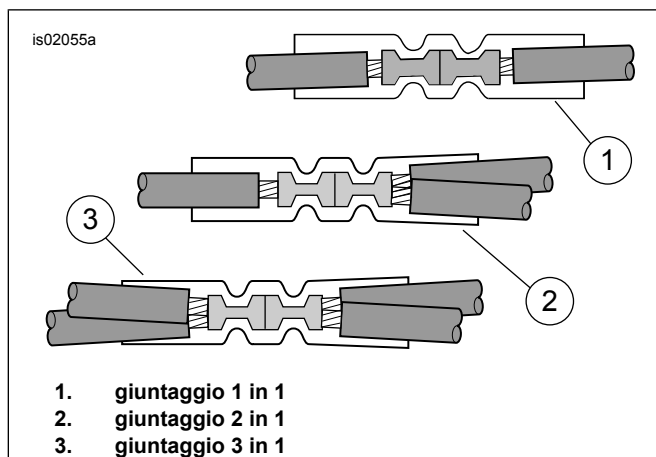
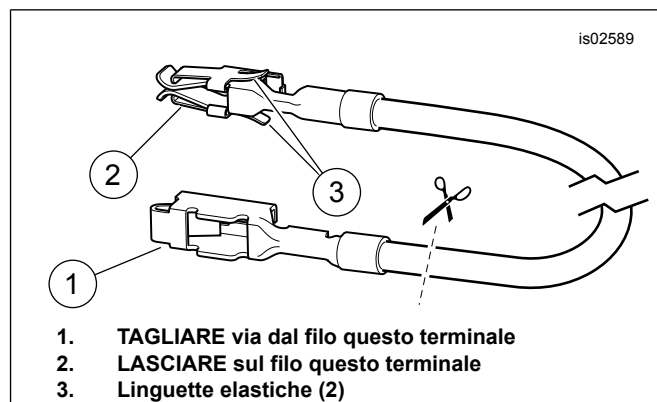
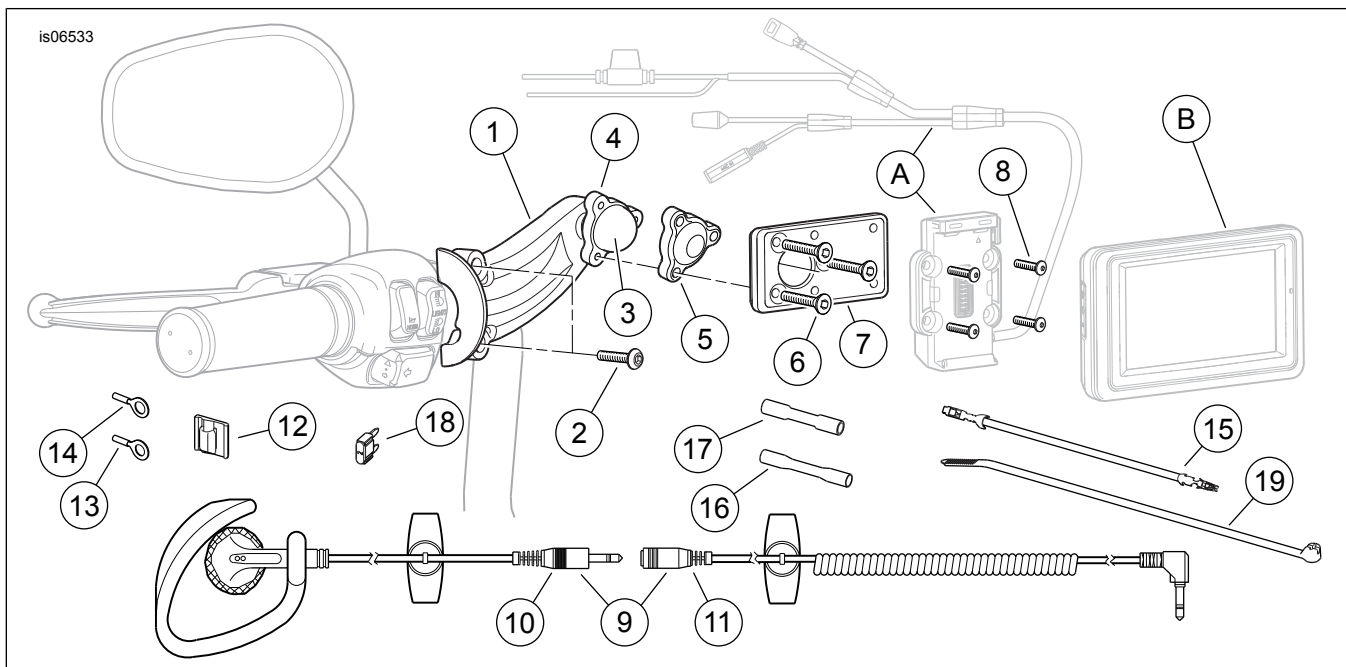

Figura 6. Configurazioni dei giunti
Figura 7. Filo dell'adattatore del pannello fusibili (modelli Dyna e Softail)
Figura 16. Parti di ricambio, kit di montaggio del GPS Road Tech Zumo 660 e Zumo 665 sul manubrio.
4. Vedere Figura 16. Prendere dal kit un connettore a giunto di testa a tenuta (3). Vedere Figura 6, la configurazione di giuntaggio 2 in 1. Giuntare il conduttore di alimentazione del cablaggio dello Zumo ai fili arancioni/bianchi del cablaggio principale, secondo le istruzioni dell'appendice del manuale di manutenzione.
3. Vedere Figura 16. Prendere dal kit il filo arancione/bianco dell'adattatore del pannello fusibili (15). Ad ogni estremità, prendere nota del terminale (vedere Figura 7). Solo il terminale con le linguette elastiche è adatto a questo pannello fusibili. Tagliare con attenzione il terminale non usato via dal filo ed eliminarlo.
6. Vedere Figura 16. Prendere dal kit il connettore blu a giunto di testa a tenuta (17). Vedere Figura 6, la configurazione di giuntaggio 1 in 1. Giuntare il conduttore di alimentazione del cablaggio dello Zumo al filo dell'adattatore, secondo le istruzioni dell'appendice del manuale di manutenzione.
3. Vedere Figura 16. Prendere dal kit il connettore blu a giunto di testa a tenuta (17). Vedere Figura 6, la configurazione di giuntaggio 2 in 1. Giuntare il conduttore di alimentazione del cablaggio dello Zumo ai fili arancioni/bianchi, secondo le istruzioni dell'appendice del manuale di manutenzione.
7. Vedere Figura 16. Inserire il fusibile da 2 A (18) preso dal kit nella cavità del fusibile "P&A IGN" (accensione P&A) per chiudere il circuito.
3. Vedere Figura 16. Prendere dal kit il connettore blu a giunto di testa a tenuta (17). Vedere Figura 6, la configurazione di giuntaggio 2 in 1. Giuntare il conduttore di alimentazione del cablaggio dello Zumo ai fili arancioni/bianchi del cablaggio principale, secondo le istruzioni dell'appendice del manuale di manutenzione.
6. Vedere Figura 16. Tagliare il tratto in eccesso dal filo arancione/bianco del cablaggio dello Zumo. Usando il connettore blu a giunto di testa a tenuta (17) preso dal kit, giuntare quel filo al filo dell'adattatore installato al punto 4.
7. Installare il fusibile da 2 A (18) del kit nella cavità del fusibile contrassegnata con "P&A IGN", "2A MAX" per chiudere il circuito.
6. Vedere Figura 16. Tagliare il tratto in eccesso dal filo arancione/bianco del cablaggio dello Zumo. Usando il connettore blu a giunto di testa a tenuta (19) preso dal kit, giuntare quel filo al filo dell'adattatore installato al punto 4.
7. Inserire il fusibile da 2 A (20), preso dal kit, nella cavità del fusibile 1A-1B (4) per chiudere il circuito.
4. Inserire il fusibile da 2 A (18) del kit nella cavità del fusibile per chiudere il circuito.